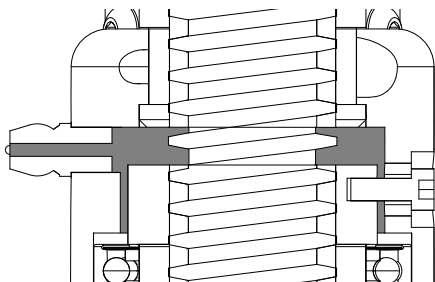

Figura 6-5. Cavidade de graxa da porca de segurança
2. Posicione uma pistola de graxa no bico de graxa e encha a cavidade do compartimento da porca de segurança com a graxa apropriada. (Consulte a Figura 6-5.)